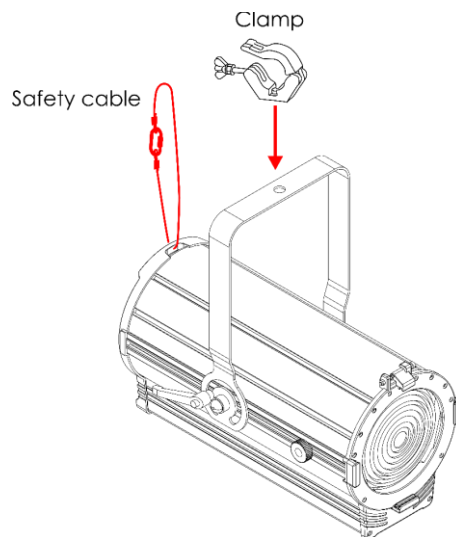

Fig. 06
- 01) Per fissare il dispositivo alla struttura di supporto, utilizzare un morsetto, come illustrato nella Fig. 06. Assicurarsi che il dispositivo non possa muoversi liberamente.
- 02) Assicurare il dispositivo con una sospensione secondaria, ad esempio un cavo di sicurezza. Assicurarsi che la sospensione secondaria sia in grado di sostenere 10 volte il peso del dispositivo. Se possibile, la sospensione secondaria deve essere collegata a una struttura di supporto indipendente dalla sospensione primaria. Far passare il cavo di sicurezza attraverso l'**occhiello di sicurezza (07)**, come illustrato nella Fig. 06.